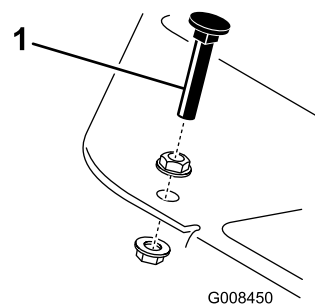

Figure 50
Enfoncez la pédale de déplacement. Si la pédale touche la butée (Figure 50) avant que la tension soit ressentie sur le câble, un réglage est requis.
1. Desserrez les contre-écrous à embase qui fixent la butée de pédale au plancher (Figure 50).